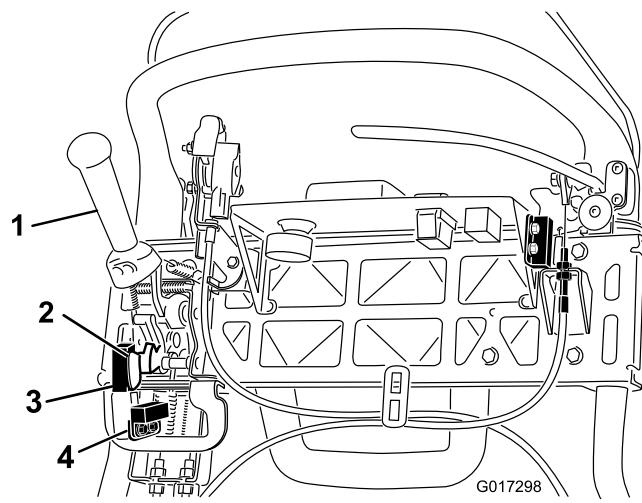

図 38
4. インタロックスイッチを固定しているねじをゆるめる(図 38)。
5. 走行レバーとインタロックスイッチとの間に厚さ 1.6 mm のすきまゲージをはさむ(図 38)。
4. 戻り込みセンサー取り付けねじをゆるめる(図 38)。
5. 戻り込みセンサーフラッグとセンサーとの間に厚さ 1.6 mm のすきまゲージをはさむ(図 38)。